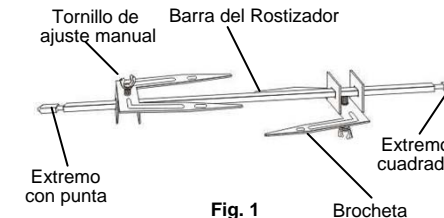

Fig. 1
1. Deslice una de las brochetas dentro de la barra del rostizador de modo que el extremo con punta de la brocheta apunte hacia el extremo con punta de la barra. Ajuste el tornillo manual para asegurarlo en su lugar. (Fig. 1)